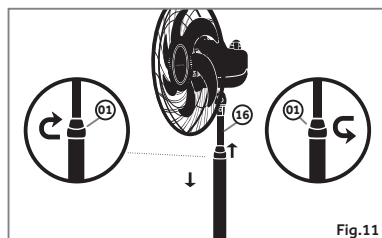

Fig.11
Para regular a altura da coluna afrouxe a porca de regulagem (01) e escolha a altura desejada. Segure firme a coluna A (16) e aperte a porca de regulagem (01). Fig.11.